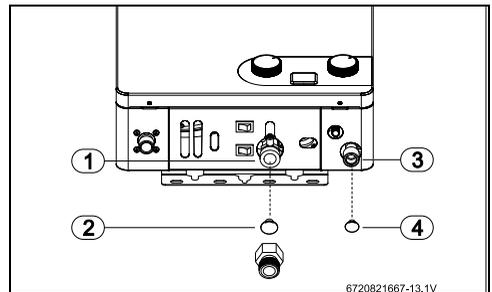

Fig. 13 Sustituir los filtros
- ▶ Retire el filtro de gas (→Fig. 13, [2]);
- ▶ Retire el filtro de agua (→Fig. 13, [4]);